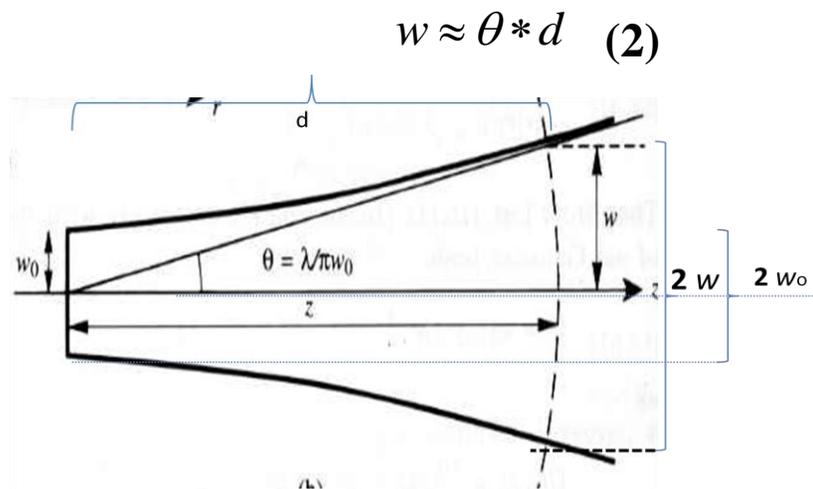

Figura 2
- , determine el valor de **a** (lea el apéndice: "ajuste de curvas"). Mida el ángulo de divergencia del láser asumiendo que $w \sim a$, revise la figura 2 y la ecuación 2. Reporte el ángulo y su respectivo error experimental.